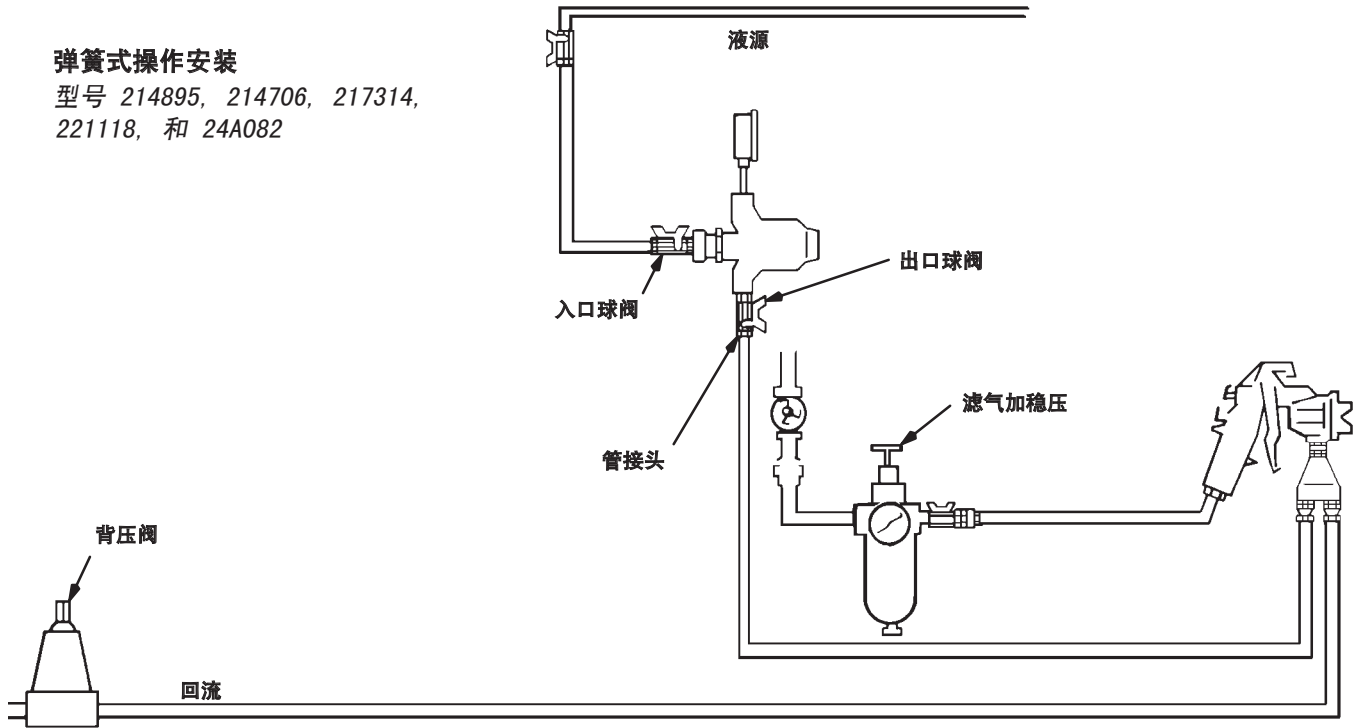
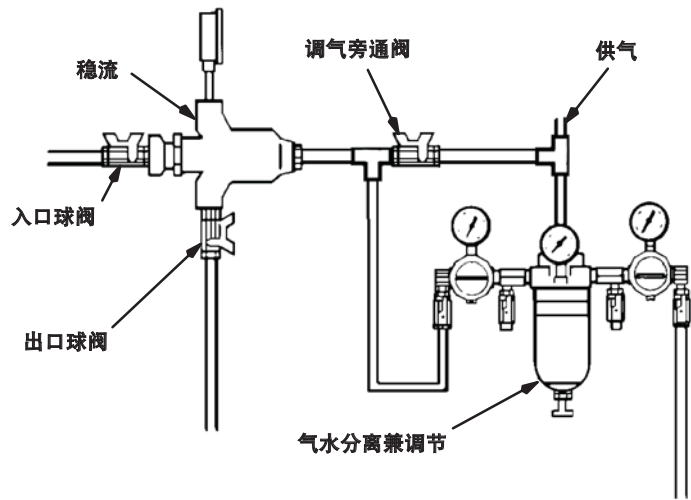

图 1
图 2
1. 拆下临时管道，为每把喷枪安装一个调节器。有关调节器的规格资料，请参见**尺寸图**（第 21 页）。将调节器安装在垂直位置（如图 1 和图 2 所示），以实现最佳流量，产生最少颜料沉淀。若使用仪表，则必须垂直安装调节器。如果调节器采用水平安装，则必须使用弯头使仪表呈垂直放置。
2. 关闭流体调节器的入口球形阀。参见图 1 和图 2。
2. 启动泵并打开流体调节器的入口球形阀，让流体流入调节器。参见图 1。
1. 启动泵并打开流体调节器的入口球形阀，让流体流入调节器。参见图 2。
2. 关闭调节器空气入口处的球形阀。参见图 2。